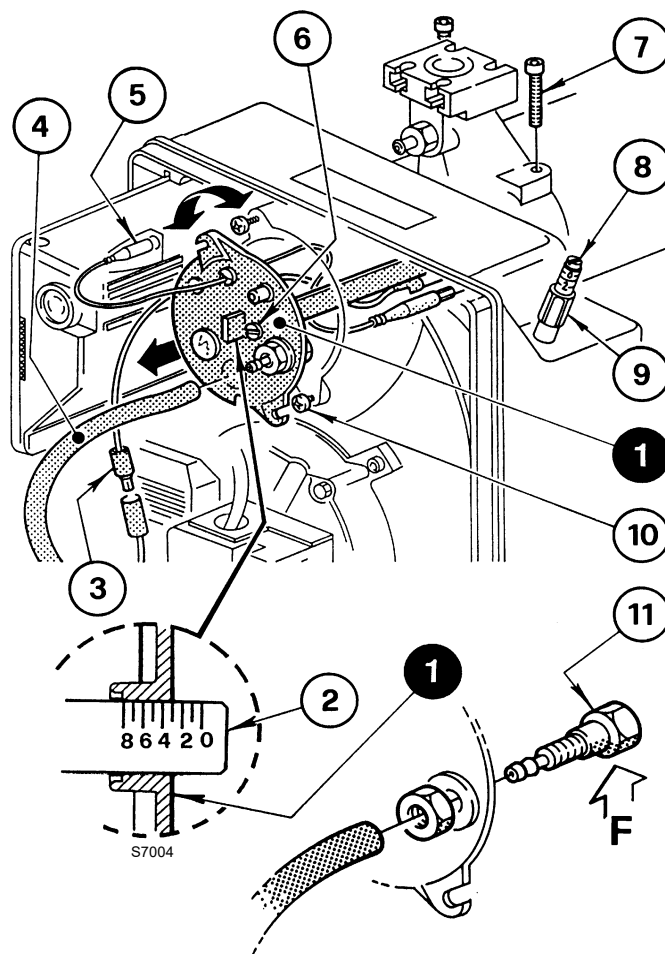

Fig. 13
Se realiza girando en el sentido de las agujas del reloj o en sentido contrario el tornillo de regulación 6)(Fig. 13), hasta que la muesca hecha en la brida de regulación 2) coincida con el plano externo del grupo cabezal 1).
En la Fig. 13, la brida de regulación del cabezal está regulada en la muesca 3.
Para extraer el grupo cabezal (Fig. 13) es necesario:
Volver a montar siguiendo el mismo procedimiento antes descrito en el orden inverso, colocando el grupo cabezal 1)(Fig. 13) en su posición original.
Enroscar los tornillos 7)(Fig. 13) sin apretarlos hasta que hagan tope. Después apretarlos con el par de torsión de 3 - 4 Nm.
Si la toma de presión del aire 11)(Fig. 13) se afloja accidentalmente, reapretarla asegurándose que el orificio (F) (Fig. 13) situado en la parte interna del grupo cabezal 1)(Fig. 13) esté orientado hacia abajo.